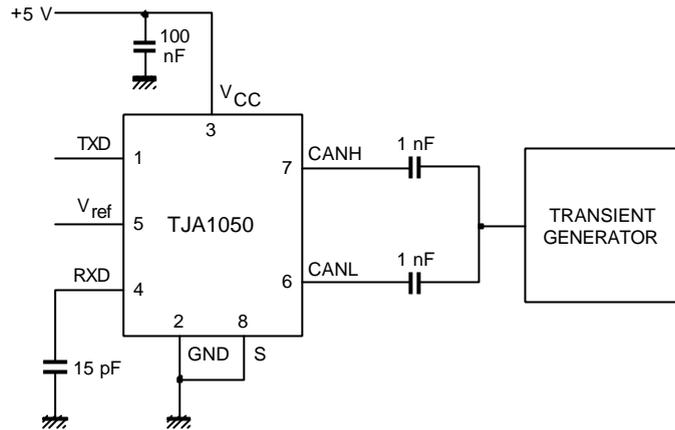

图 4 自动的暂态过程测试电路
1. 根据“ISO 7637 part 1”确定应用的暂态波形，测试脉冲 1, 2, 3a 和 3b (见图 4)。